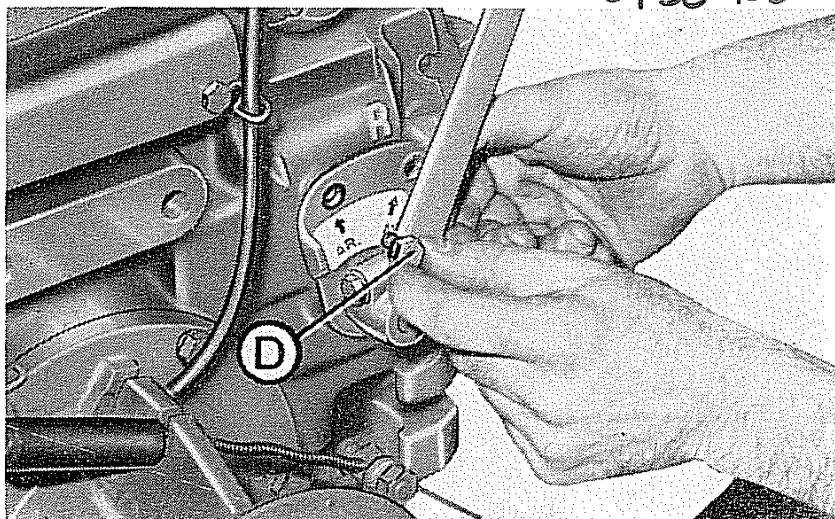

Fig. 6 - Disposizione piastra
- Togliere la vite **D** (fig. 6), spostare la piastra in posizione « AR » (indietro) e fissarla nuovamente.
La leva 2 in posizione «V» non entra: questo è dovuto al precedente spostamento della piastra di fig. 6, perché nell'uso del motocoltivatore in senso inverso dette retromarce (ex veloci), sono state eliminate a causa dell'eccessiva pericolosa velocità.